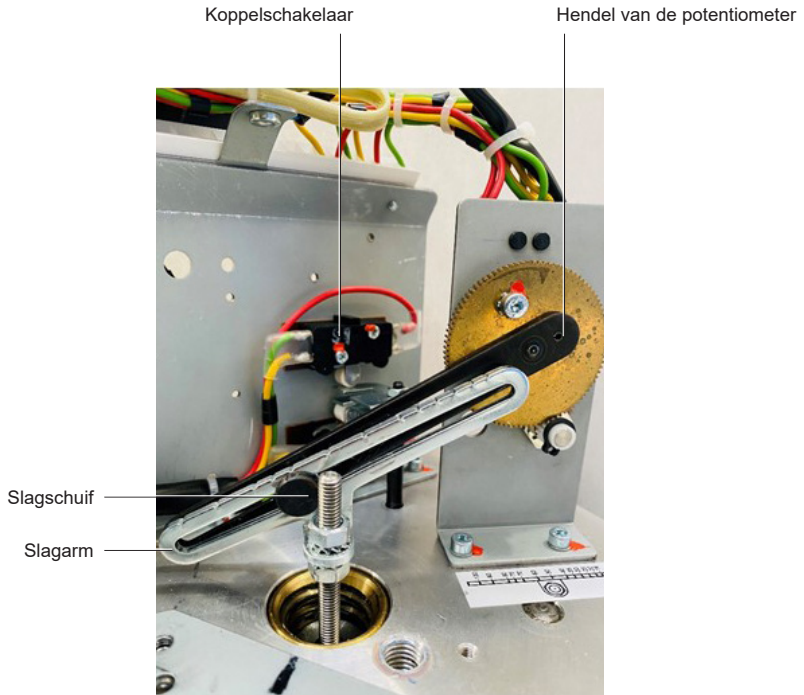

Fig. 30 8 kN+ AEL7 Opstelling slagarm
De fysieke slag van de 8 kN+ AEL7-serie servomotor kan nauwkeurig worden aangepast om te voldoen aan de vereisten voor de klepslag, bijvoorbeeld wanneer de servomotor de klep zou kunnen beschadigen. Dit wordt geregeld door de slagafhankelijke schakelaar S3. Het verhogen of verlagen van de slag heeft invloed op de resolutie van de potentiometer. De resolutie van de potentiometer wordt geregeld door de slagarm en de slagschuif (fig. 30).
- De slagarm en de potentiometerhendel moeten parallel staan (fig. 30)